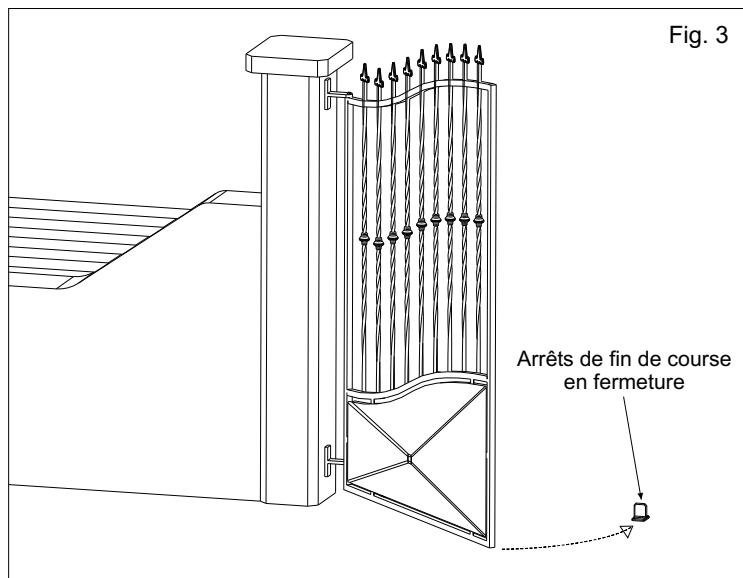

Fig. 3
- En cas de vantail avec longueur supérieur à 1,8 m et 150 Kg de poids, il est conseillé de fixer au sol une feuillure mécanique en fermeture (Fig. 3).